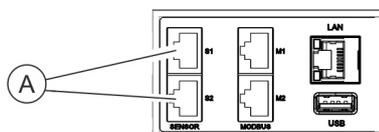

Abb. 26: Sensor-Anschluss S1/S2
- ➔ Stecker vom Sensor für die Luftfeuchtigkeit in den Anschluss S1 oder S2 an der PDU einstecken (Abb. 26/Ⓐ).